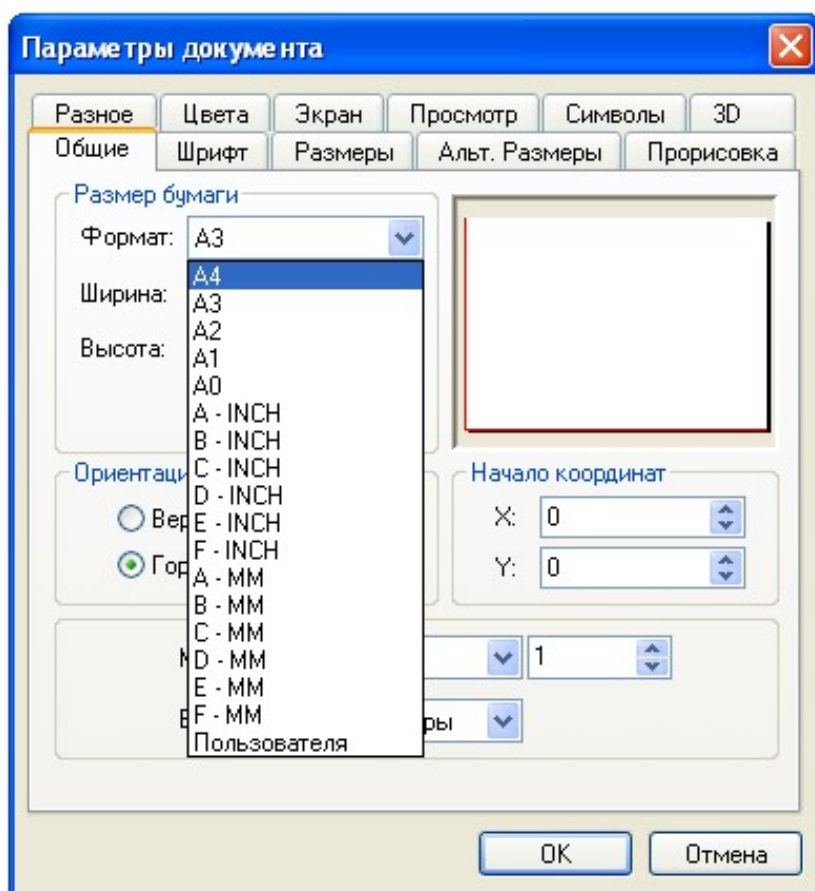

Рис. 3
2. В закладке «**Общие**» в пункте «**Формат**» выбрать **А4** и *правильно* для него определить ориентацию (рис. 3).